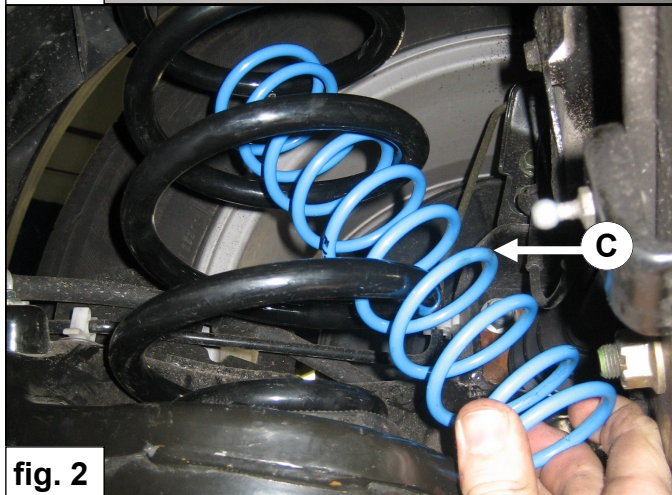

fig. 2
3. Kippen Sie Hilfsfeder **C** mit dem Federteller **A** in die Hauptfeder und drehen Sie die Hilfsfeder **C** nach oben. Siehe Abbildung 2 & 3.
3. Placez le ressort auxiliaire **C** avec la coupelle **A** dans le ressort principal à moyen d'un mouvement basculant et vissez-le entièrement dans le ressort principal. Voir fig 2 & 3.
3. Sätt hjälpfjäder **C** med fjädersäte **A** i huvudfjädern och vrid den tills den befinner sig helt i huvudfjädern. Se fig. 2 & 3.